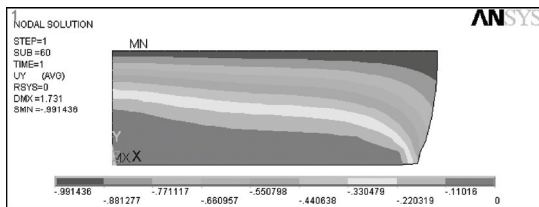

图 5-140 Y 方向位移等值线图
4) 选择 Main Menu | General Postproc | Plot Results | Contour Plot | Nodal Solu 命令, 出现 Contour Nodal Solution Data 对话框, 在 Item to be contoured 列表框中选择 Nodal Solution | DOF Solution | Y-Component of displacement, 单击 OK 按钮, ANSYS 窗口将显示如图 5-140 所示的 Y 方向位移等值线图。